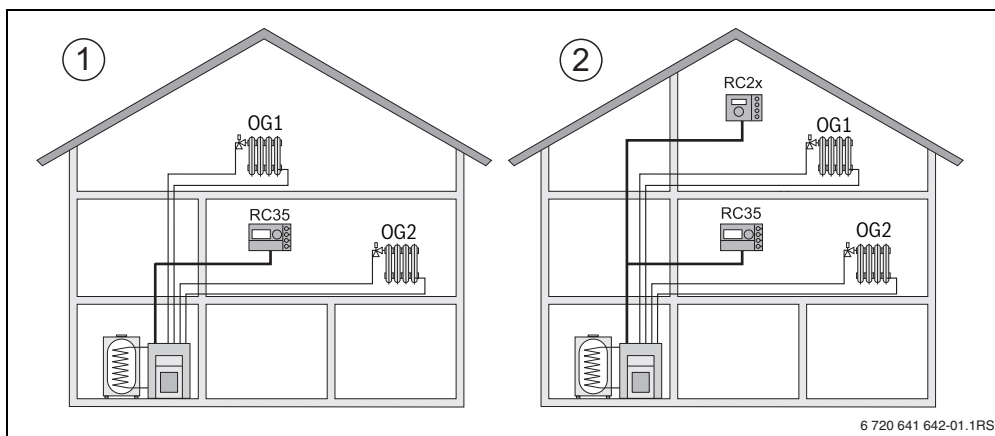

Fig. 2 Possibilità per un impianto di riscaldamento con due circuiti di riscaldamento
- Come unità di servizio unica in un impianto di riscaldamento con due o più circuiti di riscaldamento¹⁾ (→ fig. 2, [1]).
- Insieme ad un telecomando (p.es. RC2x/RC20RF, fig. 2, [2]). In questo caso si tratta sempre di due circuiti di riscaldamento separati. In caldaia con UBA1.x non si possono impiegare telecomandi.